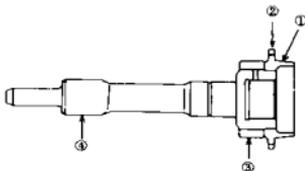

图 10-48
按图10-48所示检查锥面①和齿环②的磨损和损坏情况,检查齿轮轮齿③和花键④的磨损和损坏情况,如果磨损和损坏严重,则需更换输入轴。